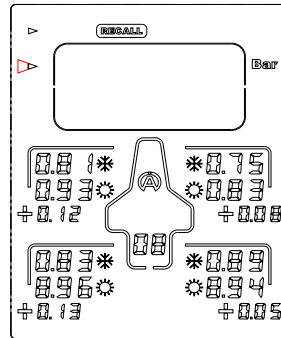

図 7
2) ボタン  と  を使い《 FACE 》を選択 (図 7)